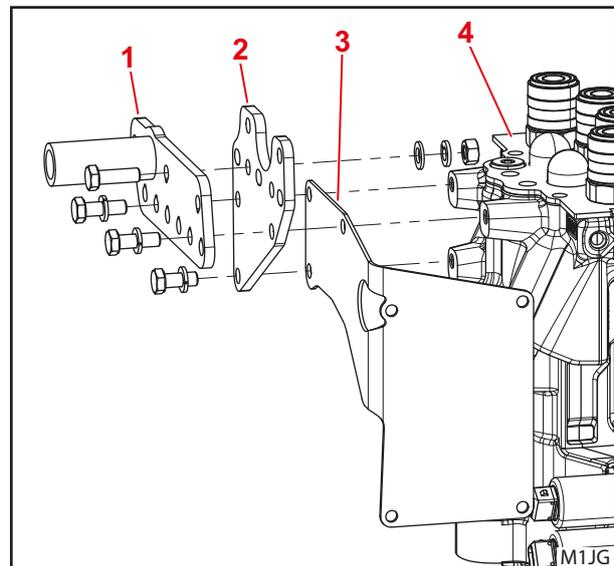

Fig. 4 Modalità di fissaggio alternativa
- La valvola proporzionale può essere montata spostata anche verso l'alto sul supporto sull'elemento di montaggio (v. Fig. 4).